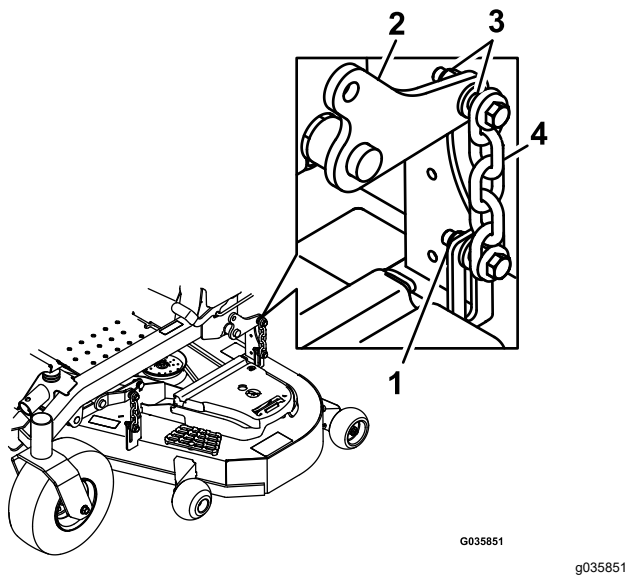

Bild 83
15. Lösen Sie die Sicherungsmuttern (Bild 83) an allen vier Ecken und stellen Sie sicher, dass das Mähwerk fest auf allen vier Blöcken sitzt.